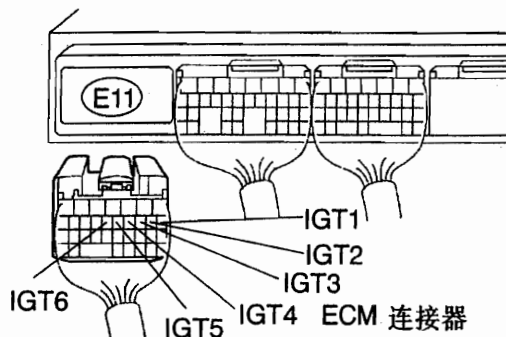

图 2-2-53
(2) 脱开点火线圈和 ECM 连接器,如图 2-2-51 和图 2-2-53 所示,检测点火线圈连接器端子 I1-3 与 ECM 连接器端子 E11-8 间、点火线圈连接器端子 I2-3 与 ECM 连接器端子 E11-9 间、点火线圈连接器端子 I3-3 与 ECM 连接器端子 E11-10 间、点火线圈连接器端子 I4-3 与 ECM 连接器端子 E11-11 间、点火线圈连接器端子 I16-3 与 ECM 连接器端子 E11-12 间及点火线圈连接器端子 I17-3 与 ECM 连接器端子 E11-13 间的导通性,应导通。检测点火线圈连接器端子 I1-3、I2-3、I3-3、I4-3、I16-3、I17-3 或 ECM 连接器端子 E11-8、E11-9、E11-10、E11-11、E11-12、E11-13 与车身接地间的导通性,应不导通
断开点火线圈和 ECM 连接器, 如图 2-2-51 和图 2-2-53 所示, 检测点火线圈连接器端子 I1-3 与 ECM 连接器端子 E11-8 间、点火线圈连接器端子 I2-3 与 ECM 连接器端子 E11-9 间、点火线圈连接器端子 I3-3 与 ECM 连接器端子 E11-10 间、点火线圈连接器端子 I4-3 与 ECM 连接器端子 E11-11 间、点火线圈连接器端子 I16-3 与 ECM 连接器端子 E11-12 间及点火线圈连接器端子 I17-3 与 ECM 连接器端子 E11-13 间的导通性, 应导通。检测点火线圈连接器端子 I1-3、I2-3、I3-3、I4-3、I16-3、I17-3 或 ECM 连接器端子 E11-8、E11-9、E11-10、E11-11、E11-12、E11-13 与车身接地间的导通性, 应不导通